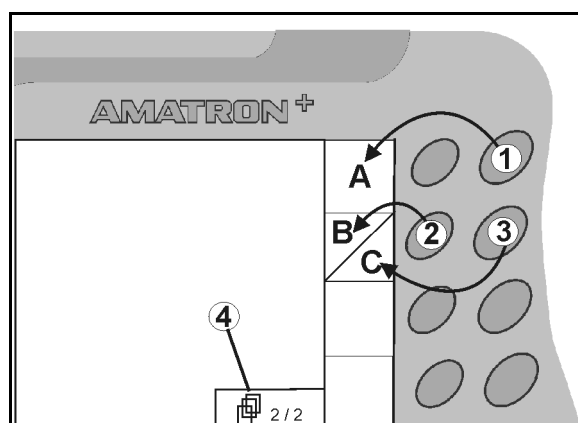

Fig. 7
- Hvis der vises kvadrattfelter på displayet, er kun den højre tast (Fig. 7/1) tildelt funktionsfeltet (Fig. 7/A).
- er den venstre tast (Fig. 7/2) tildelt funktionsfeltet foroven til venstre (Fig. 7/B).
- er den højre tast (Fig. 7/3) tildelt funktionsfeltet forneden til højre (Fig. 7/C).
• Bladring til yderligere menublade (kun muligt, hvis symbolet (Fig. 7/4) vises i displayet)• • Indlæringsmenu multif.greb